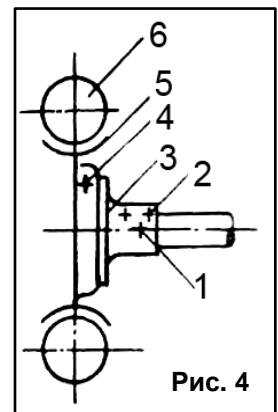

Рис. 4
- Ослабьте гайку зажимного болта и зажима барабана колеса, передвиньте ведущее колесо в желаемое положение, после чего вкрутите зажимной винт барабана колеса в отверстие на оси, накрутите зажимную гайку и затяните гайку на зажимном болте (См. Рис.4)
- Поставьте отжимной рычаг сцепления в расцепленное положение (disengage), отрегулируйте длину тормозного рычага (6), соответственно регулируйте гайку (8) и стопорную втулку (4) пока пружина (7) не будет сильно сжата, после чего затяните гайку (8) и винт (5) на стопорной втулке (4) (См. Рис. 4)